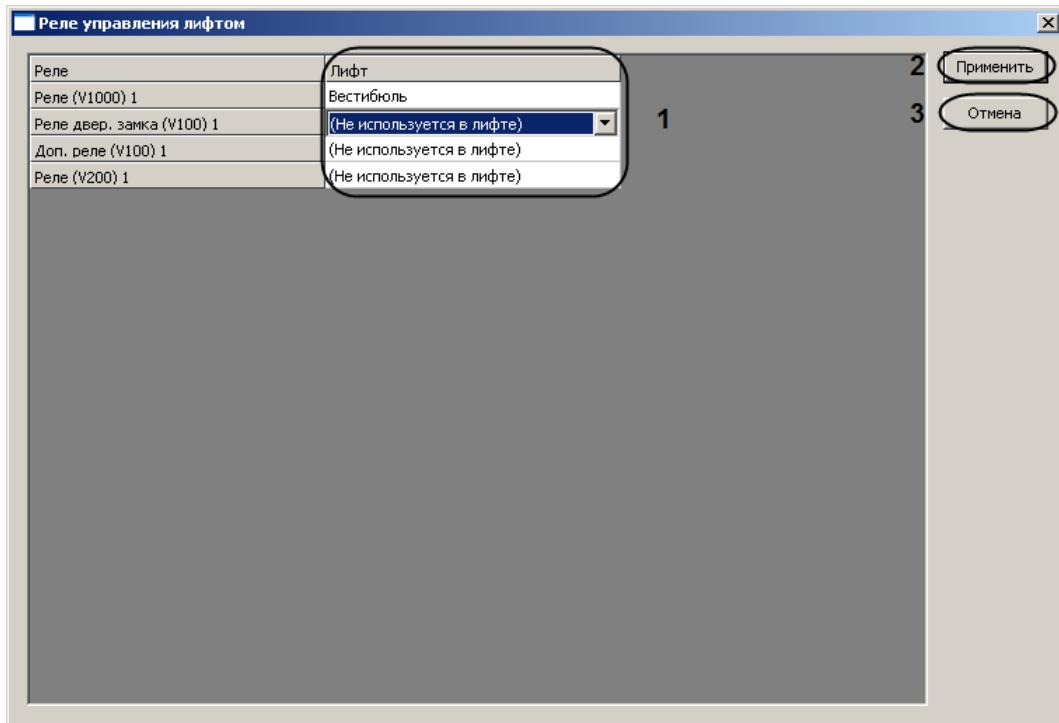

Рис. 3.7—6 Реле управления лифта
Откроется окно **Реле управления лифтом** (Рис. 3.7—6).
- 7.2 Для каждого реле контроллера V2000 выбрать группу лифтов, к которой оно принадлежит (см. Рис. 3.7—6, 1).
- 7.3 Нажать кнопку **Применить** для сохранения изменений (см. Рис. 3.7—6, 2).